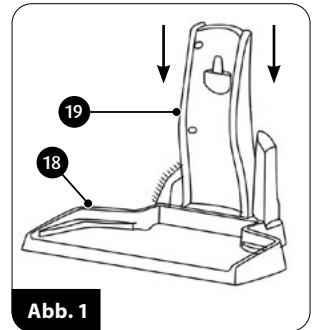

Abb. 1
3. Die Dockstation (Ständer) korrekt montieren - den Korpus (19) entsprechend der Abbildung (Abb. 1) an der Basis der Dockstation (18) befestigen. Die Dockstation kann nach dem Lösen der Blockade auf der Unterseite der Basis (18) demontiert werden. Die Bügel (22) an den Schienen (21) montieren - dort kann das Zubehör des Staubsaugers geparkt werden.